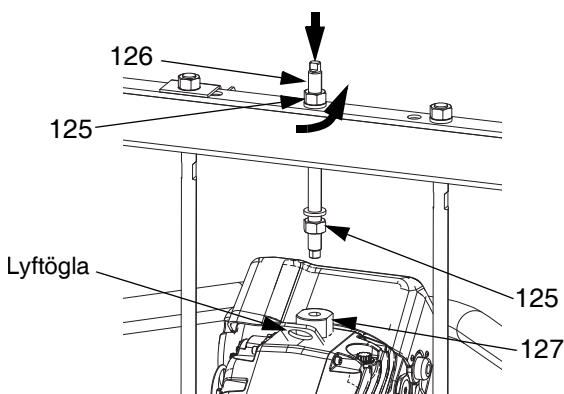

FIG. 41: 200 liters platta
5. Koppla bort drivenheten (AB):
- a. Fäst en säker lyftstropp i lyftögla på drivenheten. Lossa muttern (125) under tvärstycket.
- b. Använd skiftnyckeln för att hålla lyftringens adapter (127) på plats och lossa den gängade stängan (126) ovanför tvärstycket med en annan skiftnyckel. Se FIG. 41.